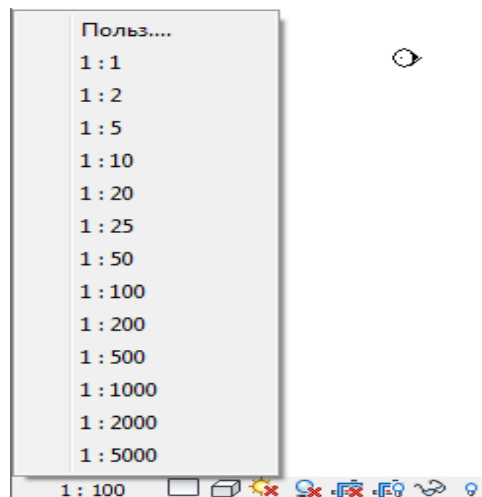

Рисунок 3.10. Изменение масштаба вида
- Изменить масштаб вида (рис. 3.10). В панели управления видом задайте необходимое значение в поле "Масштаб".